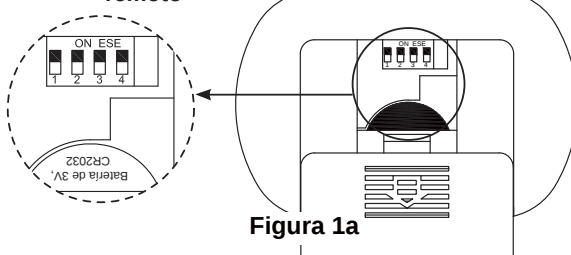

Figura 1a
- **Transmisor:** retire la cubierta de la batería. Presione firmemente la flecha que se encuentra debajo y deslice para retirar la cubierta de la batería. Seleccione su opción deslizando los interruptores de código hacia arriba o hacia abajo. La configuración de fábrica es en la posición superior. No utilice esta posición. Con un destornillador pequeño o con una lapicera deslice firmemente hacia arriba o hacia abajo (Figura 1a). Vuelva a colocar la cubierta de la batería en el transmisor.
1. Afloje los dos tornillos de reborde en el soporte de suspensión con un destornillador (Figura 1a).